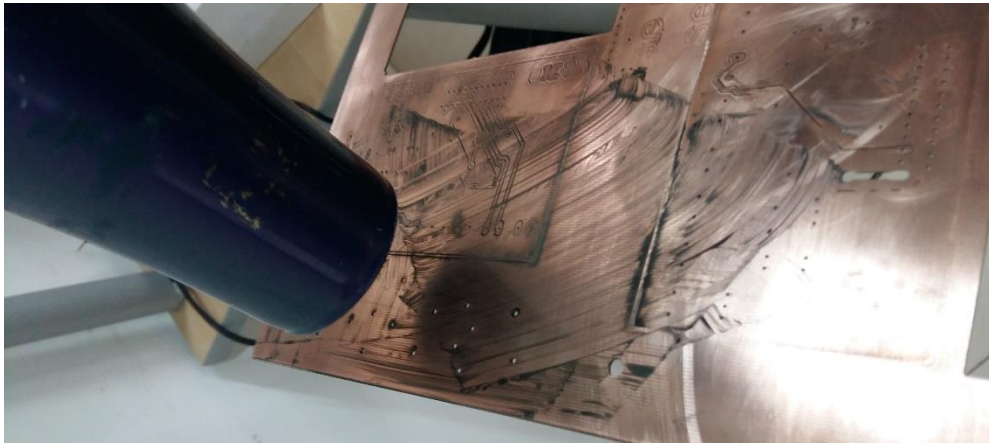

Figura 13. Retirando el exceso de tinta con el soplador de aire.
10. Desplace el extractor de residuos o el soplador de aire por los huecos para retirar excesos de tinta como se muestra en la figura 13.